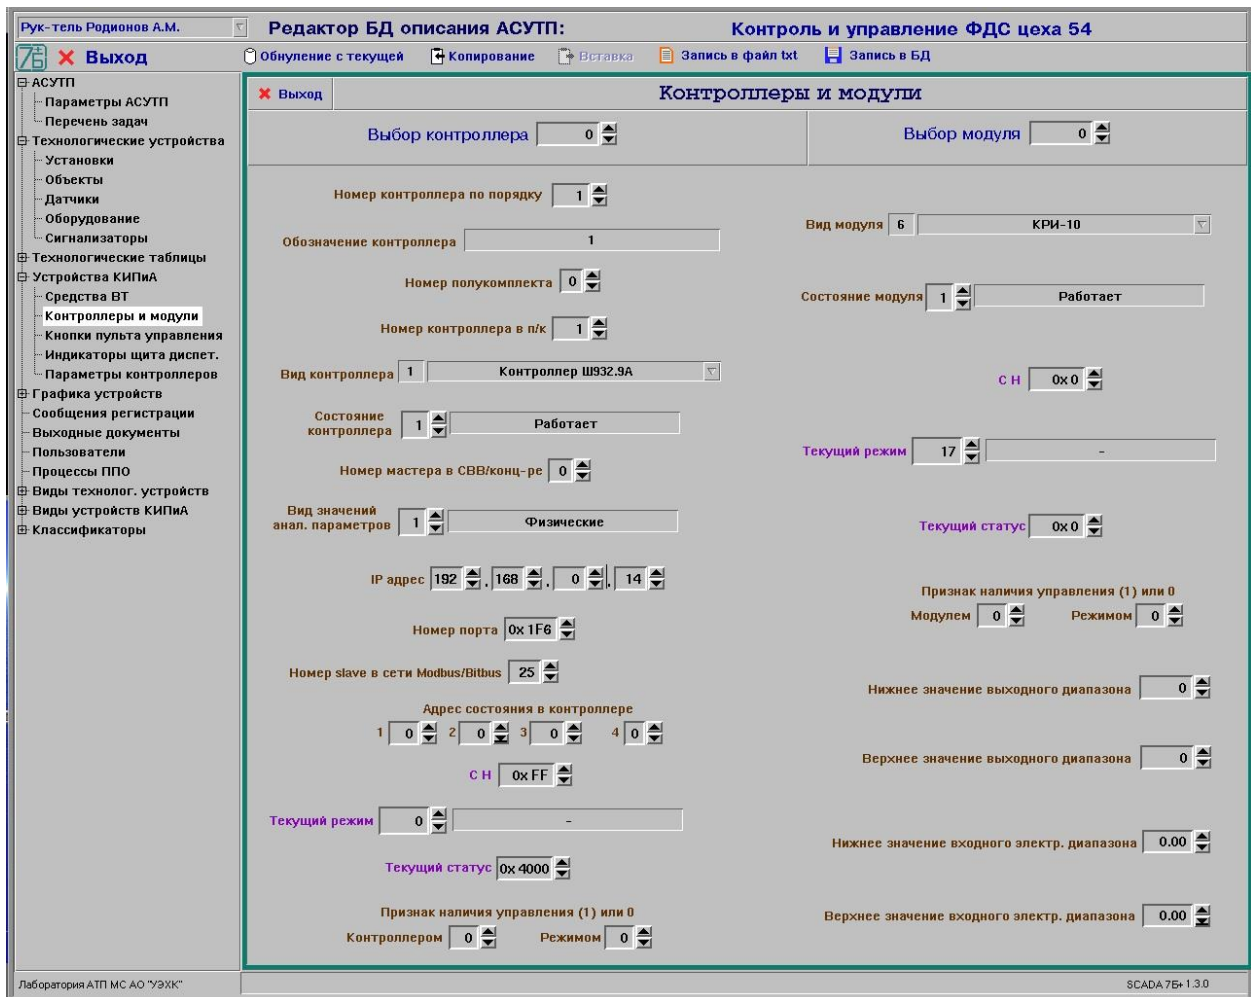

Рисунок 10 - Окно редактирования параметров контроллеров и модулей
8.8.1 После выбора в иерархическом списке темы «Контроллеры и модули» (группа тем «Устройства КИПиА») на экране будет отображено окно редактирования параметров контроллеров и модулей (см. рис. 10).